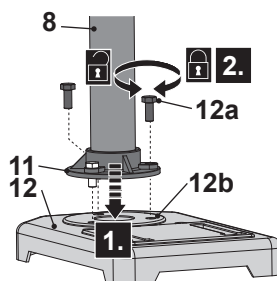

Fig. 1
1. Coloque a base (12) numa superfície firme nivelada.
2. Alinhe os três orifícios de montagem na base (12) e no suporte (11), depois monte a coluna (8) na base (12). Fixe a conexão com os três conjuntos de parafusos (12a) usando uma chave de fendas em cruz adequada (não fornecida) (Fig. 1). Não aperte demasiado os conjuntos de parafusos (12a).